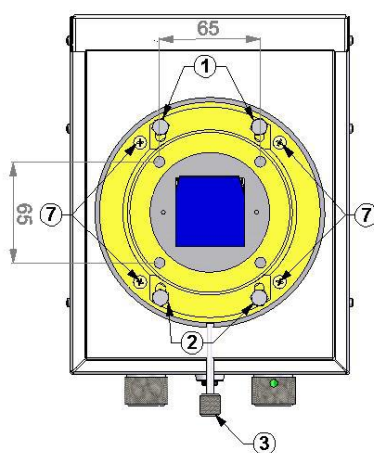

Figura 30 - Vista Superior
- ❖ Afrouxar os 4 parafusos sextavados da trava de segurança (“1” e “2” – Figura 30 abaixo);
- ❖ Afrouxar o parafuso de travamento do colimador (“3” – Figura 30 abaixo);